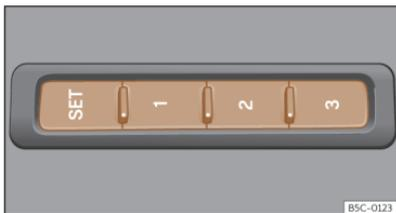

Fig. 74 En el lateral exterior del asiento del conductor: teclas de memoria.
- Pulse la tecla **SET** durante más de 1 segundo >>> **fig. 74**.